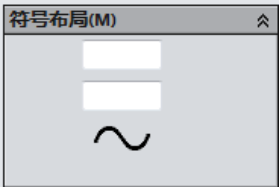

图 9-103 【禁止 JIS 切削加工】参数
- 对于【禁止 JIS 切削加工】符号，如图 9-103 所示。